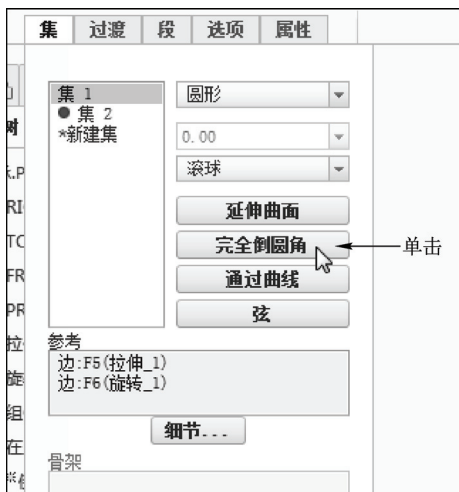

图 6-138 单击“完全倒圆角”按钮
STEP 03 单击“集”按钮, 打开“集”下滑面板, 单击“完全倒圆角”按钮, 如图 6-138 所示。